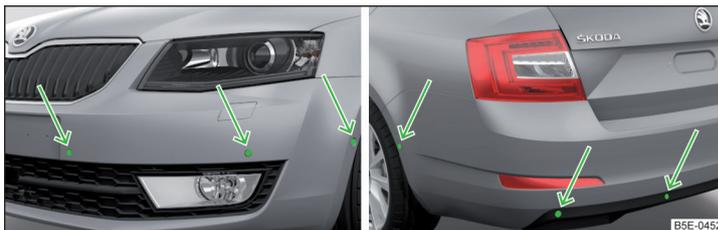

Abb. 139 Einbauort der Ultraschall-Sensoren: vorn/hinten
» Abb. 139 auf Seite 148.
- Die Systemsensoren » Abb. 139 auf Seite 148 sauber, schnee- sowie eisfrei halten und mit keinerlei Gegenständen abdecken, anderenfalls kann die Systemfunktion eingeschränkt sein.